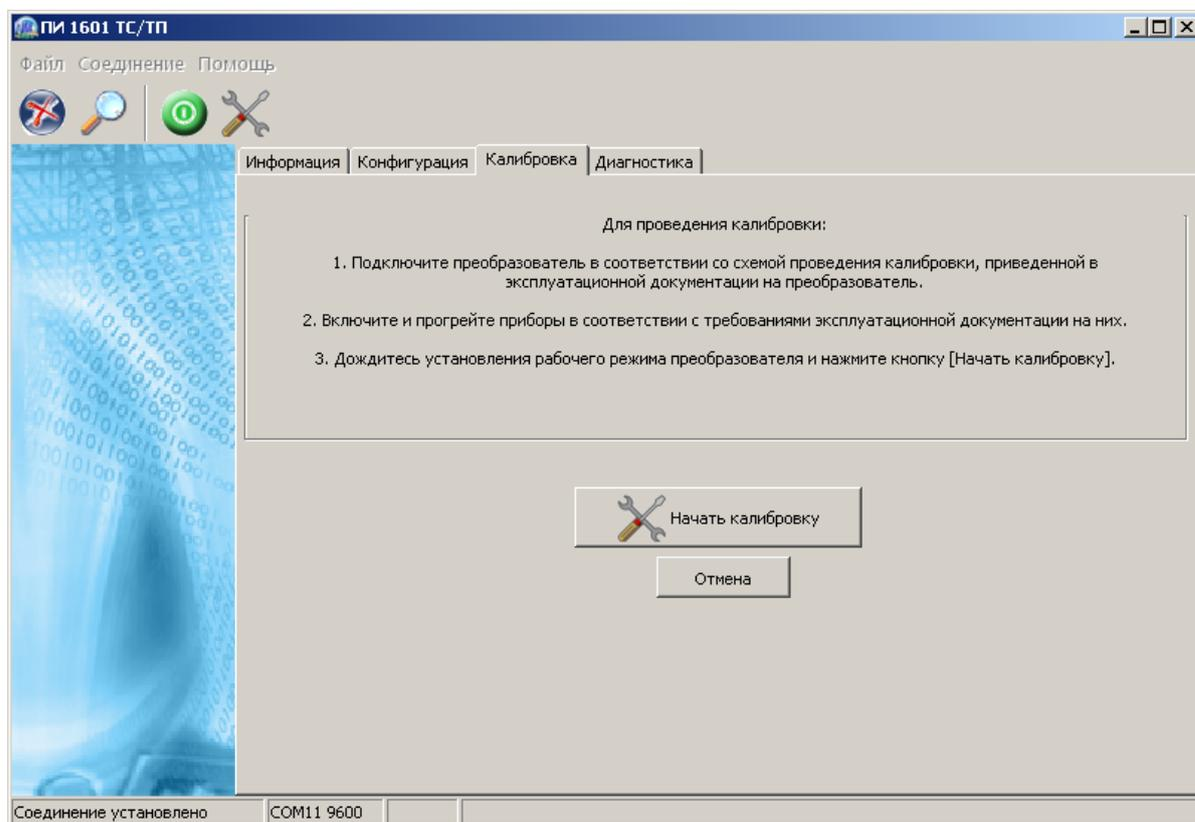

Рисунок 6 - Вкладка «Настройка»
1.8.2 Для настройки преобразователя необходимо последовательно выполнить указания, отображаемые в окне СПО во вкладке «Настройка» (см. рисунок 6). По завершении настройки калибровочные коэффициенты сохраняются во внутренней энергонезависимой памяти преобразователя. Дата проведения последней настройки и количество проведенных настройки (номер настройки) отображаются на вкладке СПО «Диагностика».